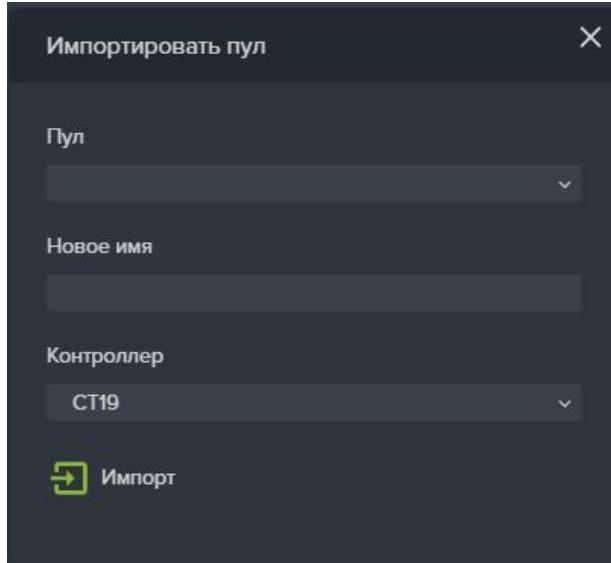

Рисунок 60. Импортировать пул.
3. В появившемся окне (см. Рисунок 60) выберите из списка нужный пул и задайте имя под которым он будет отображаться в системе.